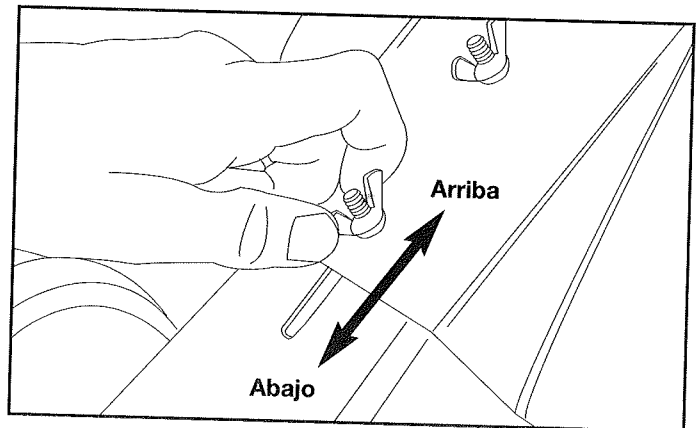

Fig. 19
2. Afloje (no retire) las dos tuercas de mariposa de la protección de las púas (Fig. 19).